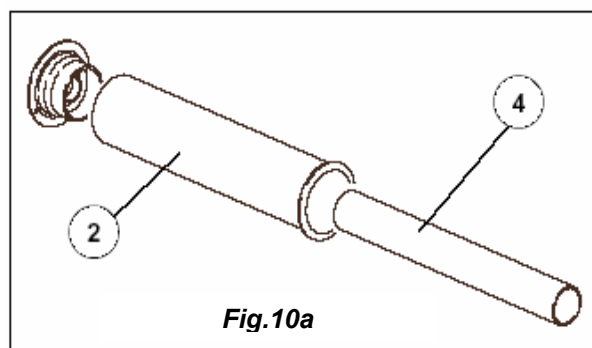

Fig.10a
3) Odata realizat orificiul se măsoară grosimea peretelui M, apoi se taie tubul de aspiratie (fig.10a punctul2) la dimensiune egală cu grosimea peretelui. Se taie după aceea și tubul de evacuare gaze de ardere (fig.10a punctul4) la dimensiunea indicată în tabel.